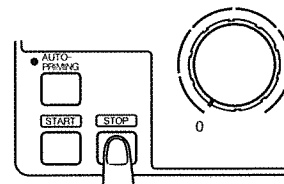

図6
7. モーター回転数調節ツマミを回して「0」にした後 [STOP]（ストップ）スイッチを押してモーターの回転を停止する。（図6）